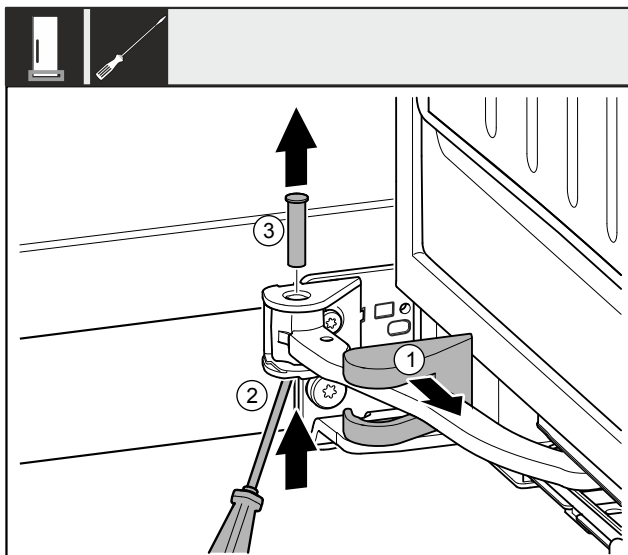

Fig. 9
- ▶ Zdjąć osłonę płytki zawiasu Fig. 9 (1) i przesunąć wzdłuż przegubu.
- ▶ Unieść sworznie Fig. 9 (2) od dołu przy użyciu śrubokręta.
- ▶ Wyjąć sworznie Fig. 9 (3) wyjąć od góry.